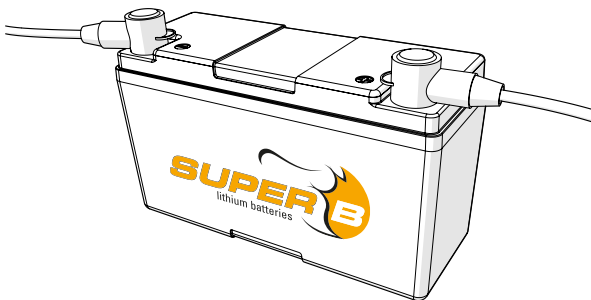

Figure 5. Placer les capuchons de bornes sur ces dernières.
4. Placer les capuchons de bornes sur ces dernières (figure 5).